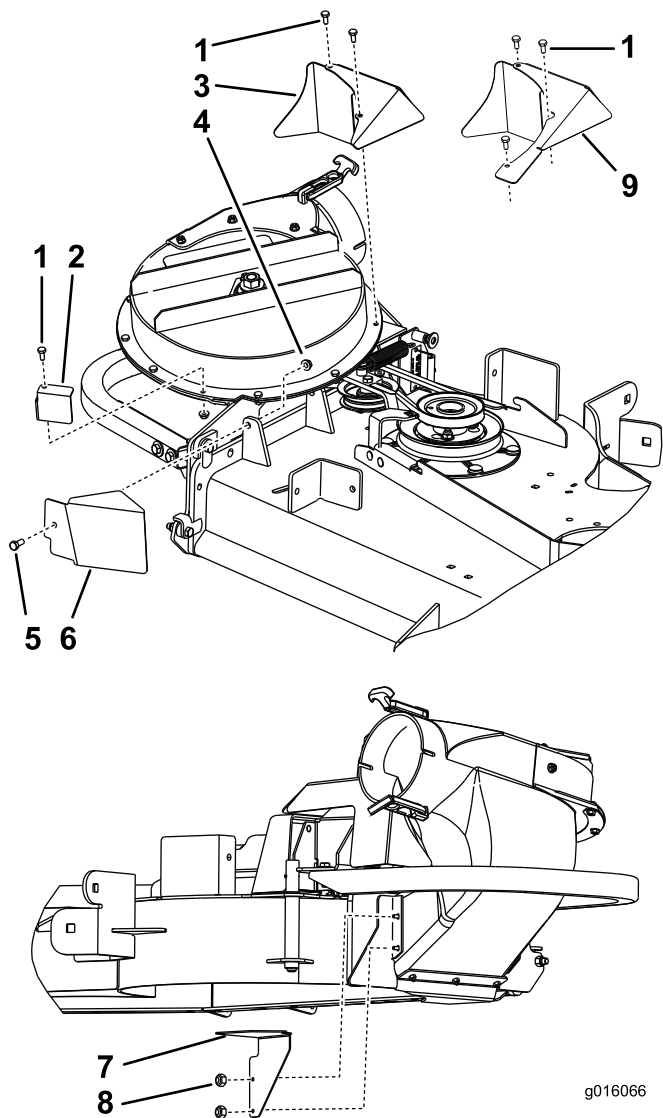
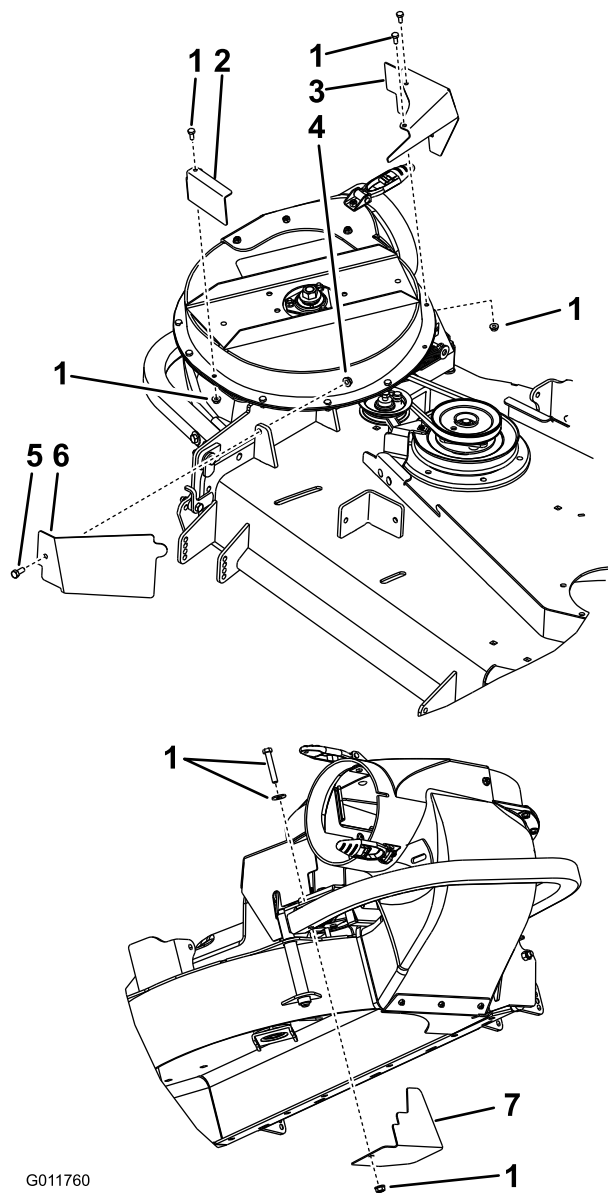

Figure 5
Figure 6
1. Retirez les fixations existantes autour du ventilateur pour les protections gauche, inférieure et arrière (Figure 5 ou Figure 6). Conservez toutes les fixations existantes.
2. Montez la protection gauche avec les fixations existantes (Figure 5 ou Figure 6).
3. Montez la protection arrière avec les fixations existantes (Figure 5 ou Figure 6).
4. Montez la protection inférieure avec les fixations existantes (Figure 5 ou Figure 6).
5. Montez la protection avant avec un boulon (5/16 x 3/4 po) et un écrou à embase (5/16 po) (Figure 5 ou Figure 6).